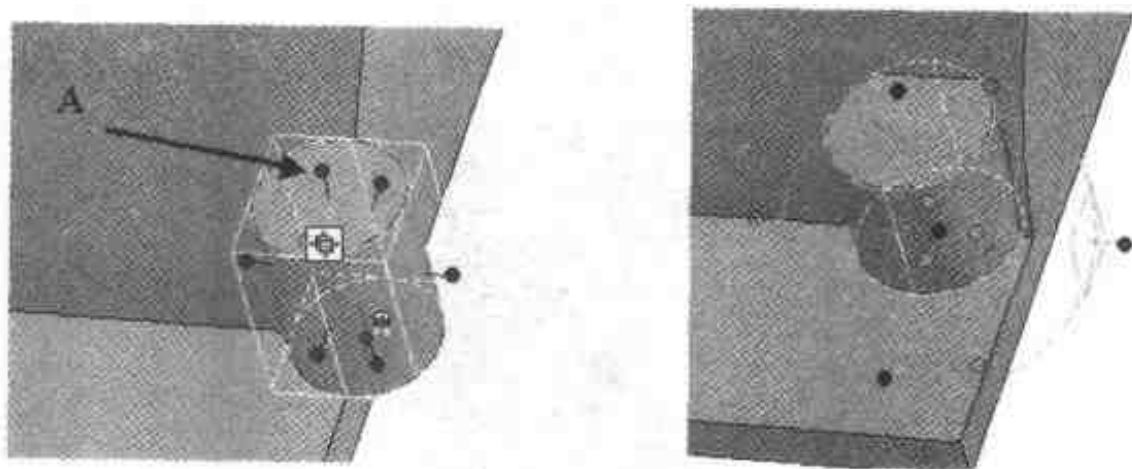

图 2.11 调整与定位圆柱
- (2) 右击如图 2.11 所示的手柄 A，设置高度为 45、长度为 52，单击【确定】按钮；打开【三维球】后沿长方体长度方向向左移动 30，结果如图 2.11 右图所示。